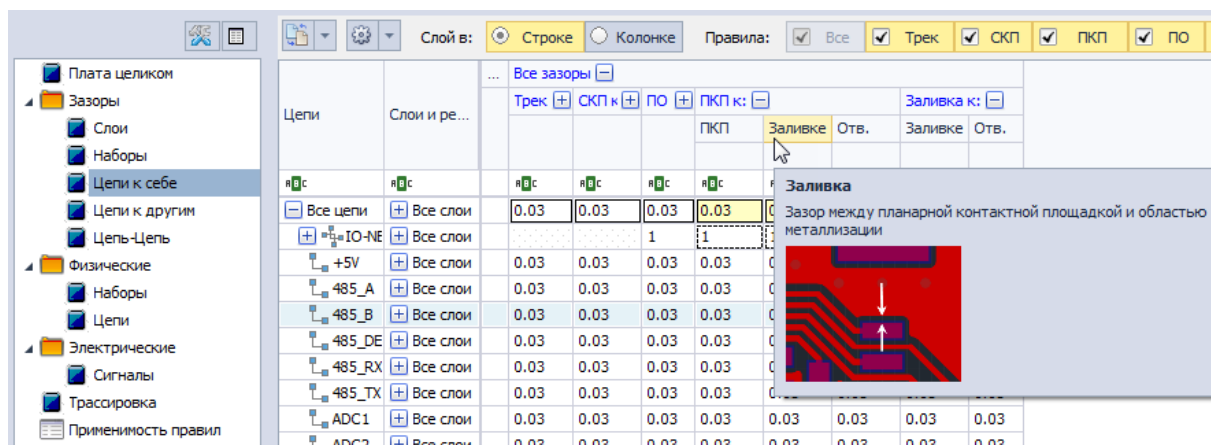

Рис. 22 Зазор между планарной контактной площадкой и областью металлизации
- Зазор между ПКП и областью металлизации обозначается как «ПКП к Заливке», Рис. 22. Зазор определяет область вокруг планарной контактной площадки, в которой запрещено размещение металлизации. Если планарная контактная площадка будет наложена на область металлизации, то часть области будет удалена для обеспечения необходимого зазора.